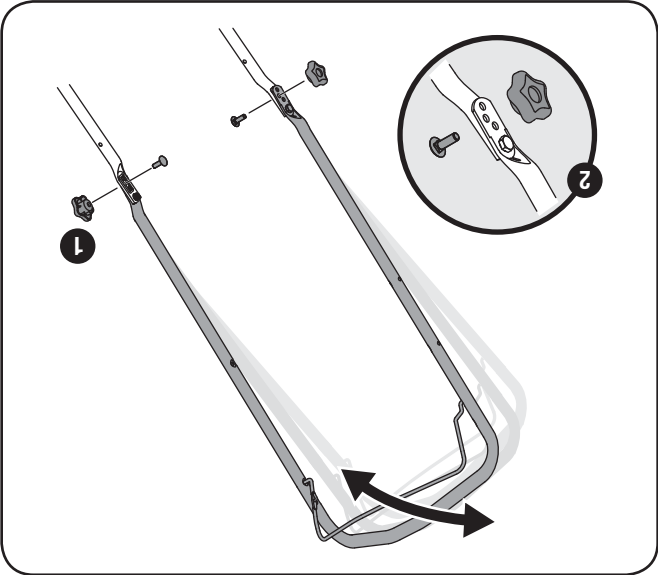

Figure 3-12
1. Retirez les écrous à oreilles et les boulons ordinaires du guidon. Voir la Figure 3-12.